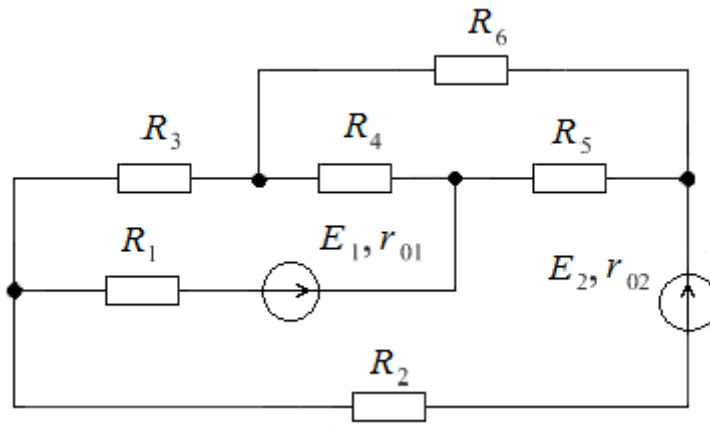

Рис. 79
12. Определить ток I_2 МП для электрической цепи (рис. 79), если $E_1 = 40$ В; $E_2 = 30$ В; $R_1 = 55$ Ом; $R_2 = 22$ Ом; $R_3 = 47$ Ом; $R_4 = 36$ Ом; $R_5 = 62$ Ом; $R_6 = 15$ Ом; $r_{01} = 1$ Ом; $r_{02} = 2$ Ом.